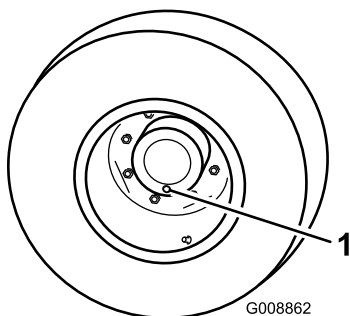

図 74
1. 平らな場所で、ホイールの点検/ドレンプラグ（図 74）が一番低い位置に来るように停止させる。